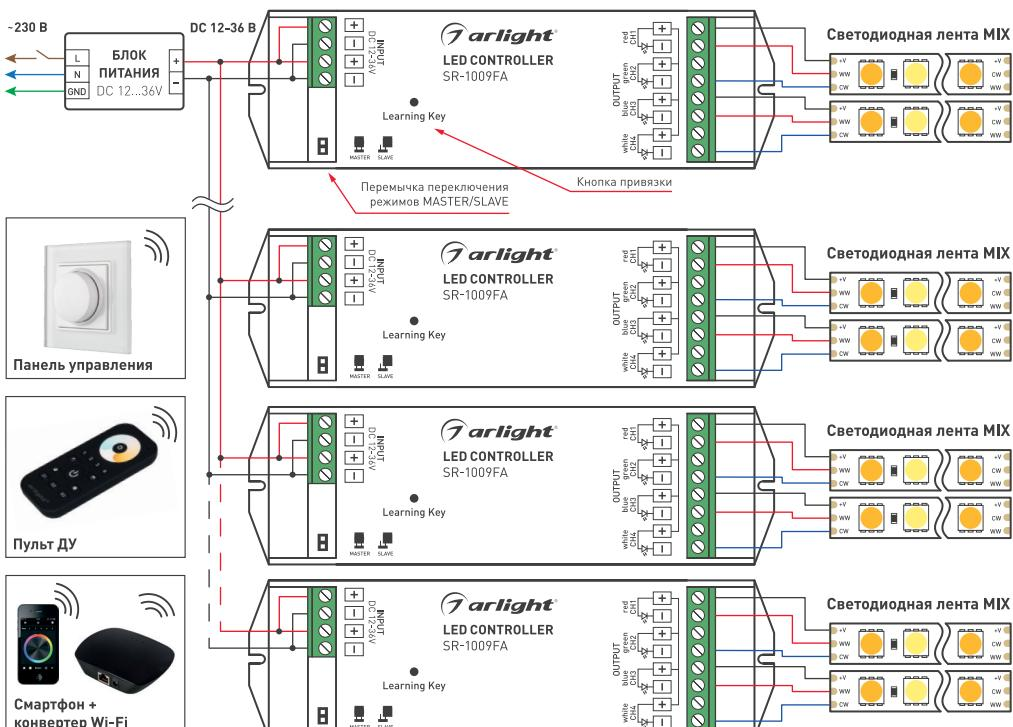

Рисунок 2. Схема подключения оборудования на примере контроллеров SR-1009FA.
- 3.4. Подключите контроллер и светодиодную ленту. На Рис. 2 показан пример подключения контроллера SR-1009FA [см. инструкцию к используемому контроллеру].